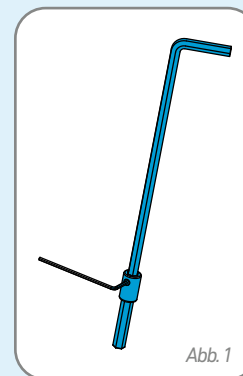

Abb. 1
1. Befestige den Adapter am langen Ende des core ready Inbusschlüssels (Abb. 1).
2. Platziere die beim counterpart expander beigelegte Schraube (30 mm) mit der Unterlegscheibe (Abb. 1) auf der langen Seite des Inbusschlüssels (ohne Adapter).